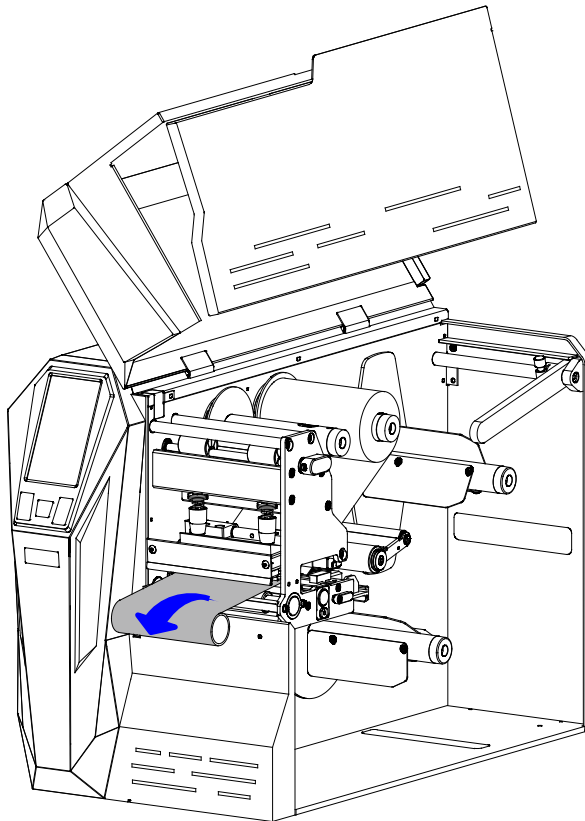

图 2-14 固定碳带至空卷芯
5. 将穿出的部分碳带带头按照图 2-14 箭头所示方向卷到碳带空卷芯上，此步骤重复多次，直至碳带固定在空卷芯上。